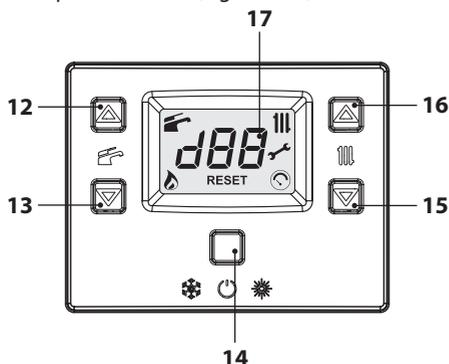
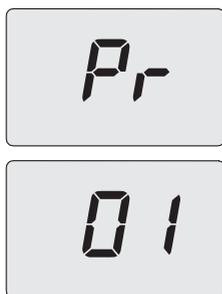
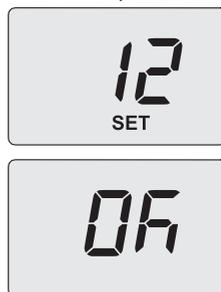

Figura 5.41
Figura 5.42
Figura 5.44
- Entrare in "modalità programmazione" premendo contemporaneamente per 10 secondi i tasti 14-15-16 (Figura 5.41) fino a far apparire sul display LCD le lettere **Pr** che si alternano al numero del parametro **01**, indicanti l'entrata nel "parametro 01" (Figura 5.42).
- Utilizzando i tasti 12 o 13 è possibile modificare il valore del parametro 11 da **00=0s** a **100=500s** (ogni aumento o diminuzione di una unità sul display corrisponde a 5 secondi). Es. 12=60 secondi. Sul display compare la scritta **"SET"** (Figura 5.44).
- Premendo il tasto 14 (Figura 5.41) si ottiene la conferma del valore inserito. Sul display appare per 3 sec. la scritta **"Ok"** (Figura 5.44), per poi visualizzare la lista dei parametri.